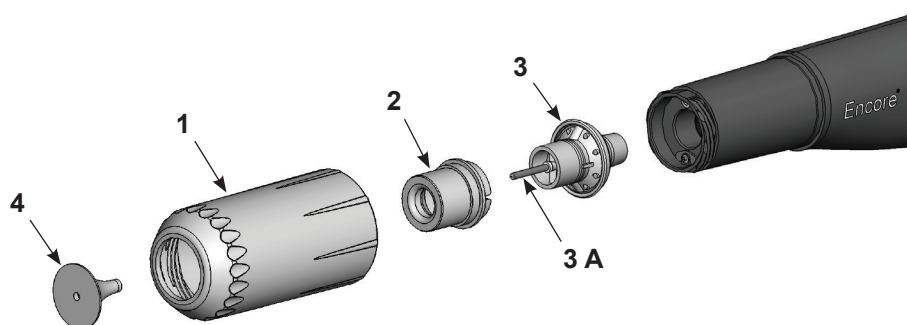

Figure 4-2 Remplacement des déflecteurs optionnels et des buses coniques
1. Voir la Figure 4-2. Pour remplacer le déflecteur (4), le retirer doucement du bloc électrode (3). Si seul le déflecteur est remplacé, monter le déflecteur neuf sur le bloc électrode en prenant garde de ne pas plier le fil de l'électrode.
4. Pour remplacer la totalité de la buse, dévisser l'écrou de buse (1) en sens inverse des aiguilles d'une montre.
5. Retirer la buse conique (2) du bloc électrode.
**NOTE :** Il n'est pas nécessaire de retirer le bloc électrode (3) du pistolet de pulvérisation. Si le bloc électrode sort du pistolet de pulvérisation en retirant la buse, le nettoyer à l'air comprimé avant de le remonter. Veiller à ne pas plier l'électrode. Le porte-électrode (3A) se visse dans le bloc. Le bloc électrode est remplaçable.